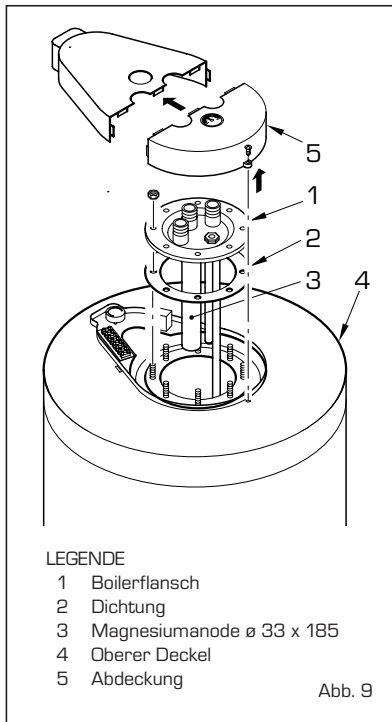

Abb. 9
manode (Abb. 9) vorgesehen. Unter normalen Betriebsbedingungen hat diese rost-hemmende Anode eine Lebensdauer von 5 Jahren. Wir empfehlen auf jeden Fall, einmal pro Jahr das Ausmaß der Korrosion zu kontrollieren und die Anode zu ersetzen, wenn diese zum Großteil vom Rost zerstört ist. Zur Demontage des Boilerflansch (1) entfernen Sie die Abdeckung (5) und die beiden Muttern, mit denen der obere Deckel (4) befestigt ist. Heben Sie dann den oberen Deckel (4) ab, er ist einfach aufgedrückt.